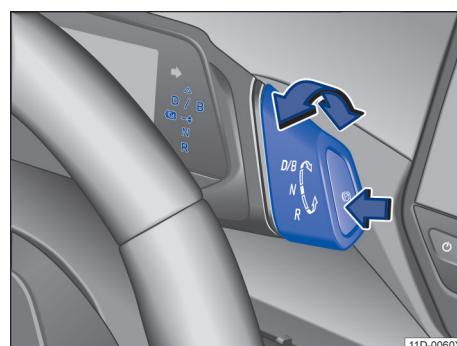

图 84 带电子驻车制动器按钮的行驶挡开关（箭头）
行驶挡开关带有一个用于电子驻车制动器的按钮⑩。如需从空挡位置 N 切换到行驶挡，踩下制动踏板并将行驶挡开关沿所需方向转动→图 84：
若要在行驶挡 D 和 B 之间切换，一次性向前转动行驶挡开关，从位置 D/B 中换出即可→图 84。行驶挡开关此时始终被弹回。再次向前转动可以切换回行驶挡 D。